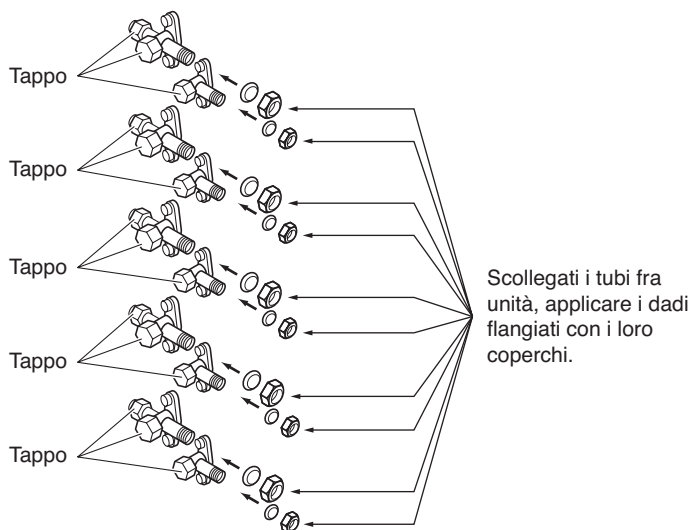

Fig. 24
- (4) Scollegare il misuratore a collettore e i tubi fra le unità ed applicare i tappi ed i dadi flangiati. A questo punto, il recupero del gas refrigerante è completo. Se i tappi ed i dadi flangiati non vengono reinstallati, il gas refrigerante può sfuggire. Consultare in proposito la Fig. 24.